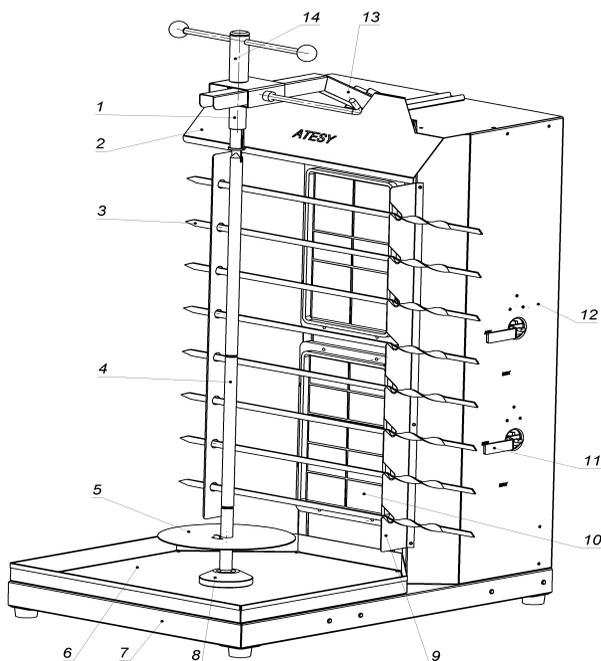

Рис.2
4.7.Управление скоростью приготовления мяса на установке осуществляется газовыми кранами (11) (рис.2) , увеличивая, либо уменьшая поступление газа к газовым горелкам, вследствие чего увеличивается, либо уменьшается, температура газовых горелок. Скорость приготовления мяса может также меняться в зависимости от расстояния между специальным ножом и газовыми горелками.